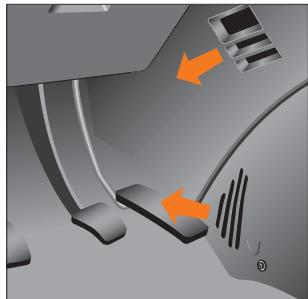

Рис. 56. Нижние решетки подачи воздуха
**Нижние решетки подачи воздуха (рис. 56).** Неподогретый или тёплый воздух подаётся в нижнюю часть салона (в зоны ног водителя и пассажиров).